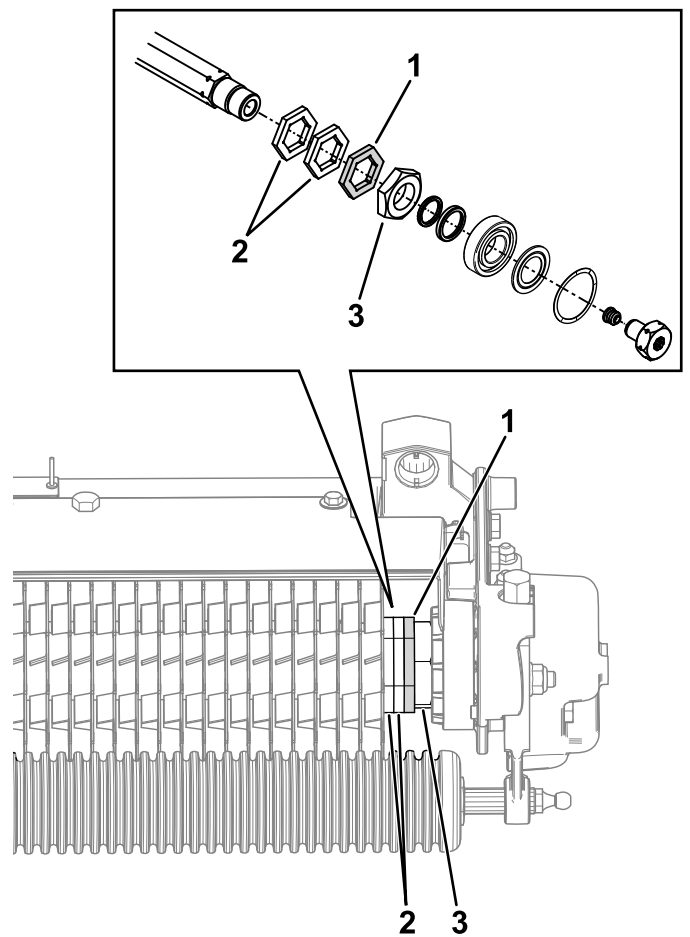

Figure 11
Si vous installez les lames en acier à ressort en option (réf. 121-6675) sur le défateur, remplacez l'entretoise hexagonale d'extrémité (réf. 120-3232, montrée à la Figure 11) par une entretoise principale (réf. 120-3167).
**Remarque:** L'entretoise hexagonale d'extrémité est située entre deux d'entretoises hexagonales et un écrou hexagonal, comme montré à la Figure 11.